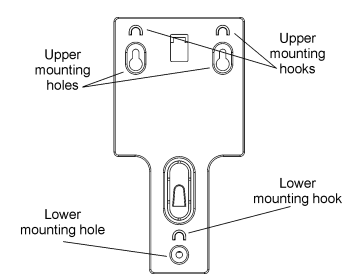

Figure 3
2. Montieren Sie den Wandhalter an der Wand mit den mitgelieferten Schrauben. (siehe figure 3)